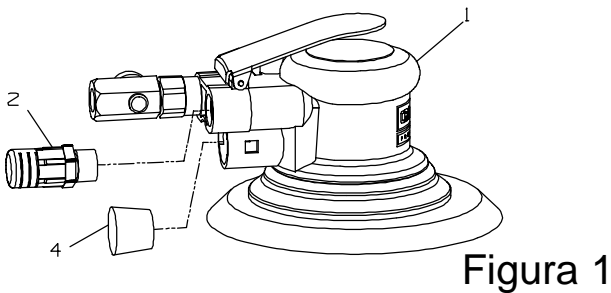

Figura 1
Equipo de serie (Figura 1)
Esta lijadora orbital variable viene con el silenciador (2) y tapón (4) ya instalados. Antes de utilizar los accesorios opcionales, habrá que desmontar alguna de estas piezas (o todas). Consulte la figura 1 y las instrucciones que se facilitan a continuación.